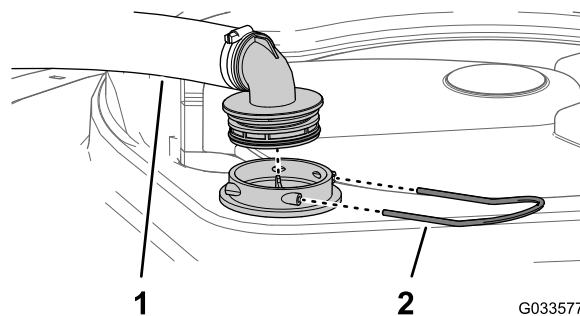

Figure 46
2. Au sommet de la cuve du pulvérisateur, retirez l'étrier qui fixe le raccord de flexible sur le grand flexible et le logement du filtre (Figure 46).